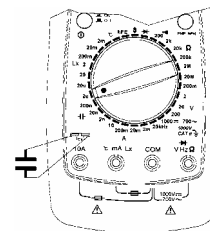

Рисунок 8
- (1) Установите поворотный переключатель в положение требуемого диапазона измерения емкости **Cx** и нажмите кнопку "**Lx/Cx**".
- (2) Вставьте выводы конденсатора в гнезда колодки **Lx/Cx** как показано на рис. 8.
- (3) Если на дисплее Вы увидите только символ "0L", это означает состояние перегрузки, и следует выбрать больший диапазон измерения.
- (4) Прочитайте на ЖК-дисплее показание результата измерения.